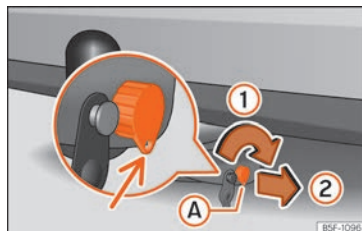
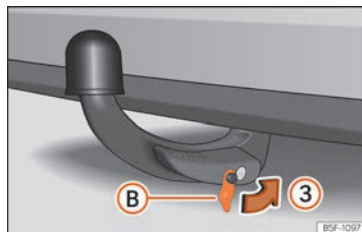

Fig. 268 Verrouiller la serrure
Fig. 269 Placer le cache sur la serrure
- Tournez la clé ① dans le sens de la flèche ① jusqu'à ce que la partie trouée de la clé atteigne sa position inférieure » fig. 268.
- Retirez la clé dans le sens de la flèche ②. »
- Placez le cache **(B)** sur la serrure dans le sens de la flèche **(3)** » » fig. 269 » » ❶.
❶ ATTENTION